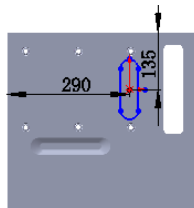

图 17.10.76 编辑草图
(4) 编辑草图，如图 17.10.76 所示。退出草图环境，完成成形特征 8 的创作。